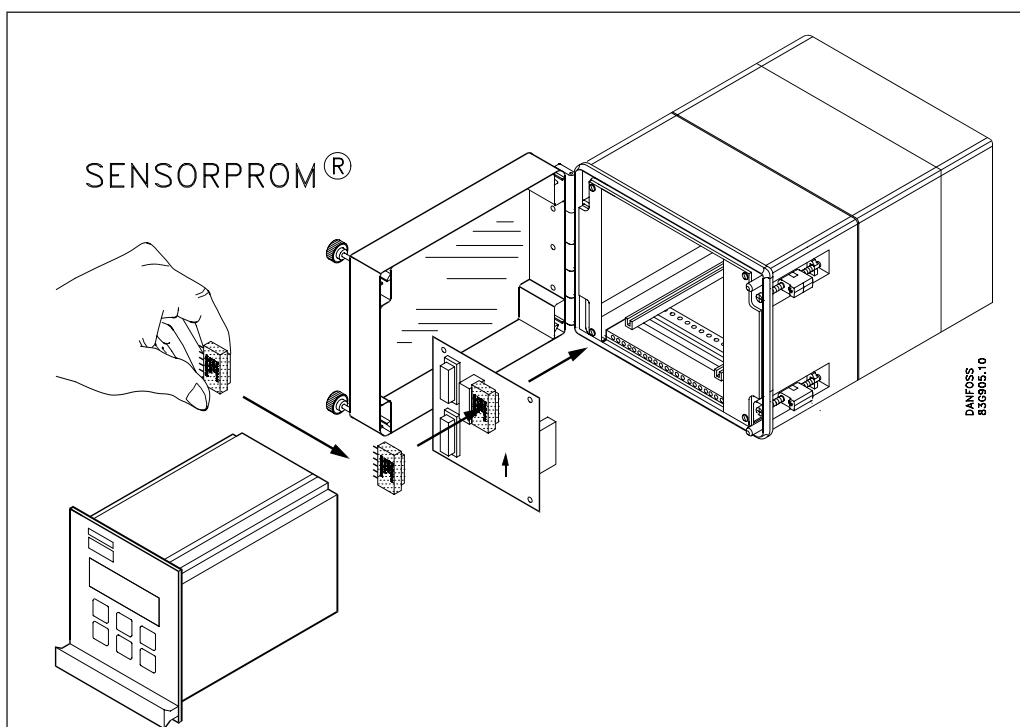

Рис. 1
1. Установить блок памяти SENSORPROM® на соединительной плате (как показано на рис. 1). Блок SENSORPROM® поставляется с датчиком в клеммной коробке.